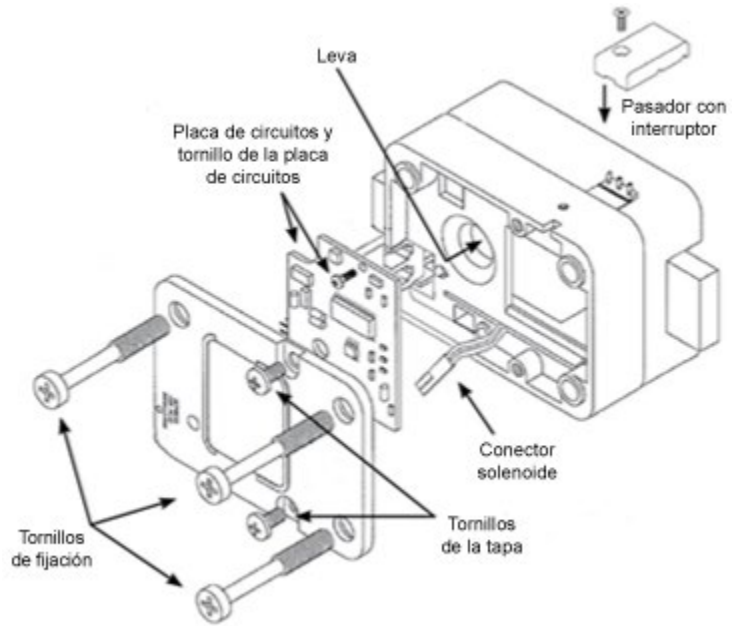
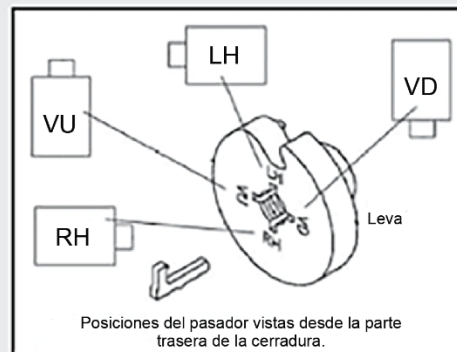

Ilustración 10
Ilustración 11
8. Extraiga los dos tornillos de la tapa trasera del conjunto de la cerradura y retire la tapa trasera de la cerradura (Ilustración 10).
9. Desconecte con cuidado el conector solenoide de la tarjeta del sistema. (Si procede, desconecte el interruptor del pasador de la tarjeta del sistema) (Ilustración 10).
10. Retire los tornillos de fijación de la tarjeta del sistema y saque con cuidado la tarjeta del sistema de la carcasa (Ilustración 10).
13. A continuación, gire (hacia la izquierda) al menos media vuelta hasta que la ranura del husillo quede alineada con la posición correcta de la chaveta. La posición correcta de la chaveta para la orientación de instalación que se muestra en la Ilustración 10 es RH (para una puerta «de mano derecha»). Consulte el siguiente **Gráfico de las posiciones principales de la chaveta** (Ilustración 11) para ver todas las posiciones de montaje.